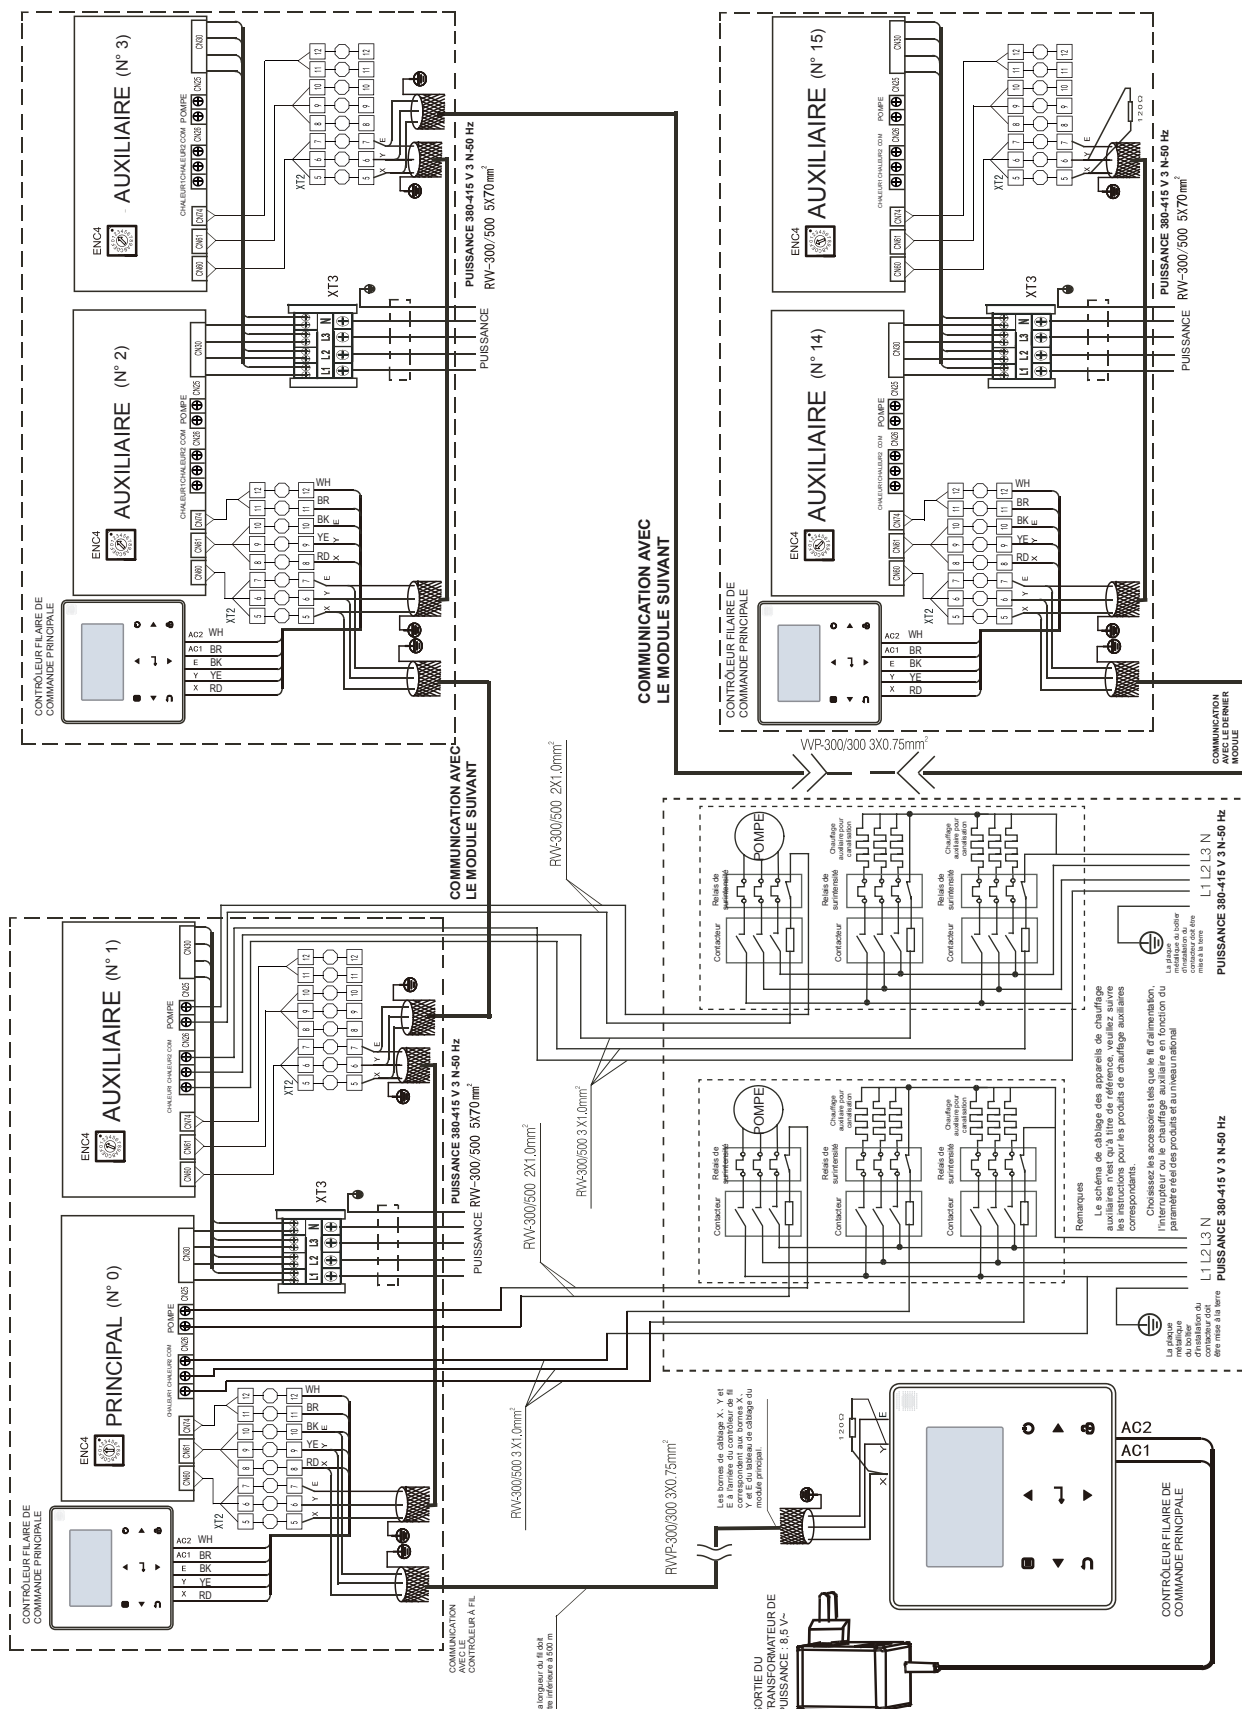

Fig. 8-28 Schéma de communication réseau de l'unité principale et de l'unité auxiliaire pour KEM-180 DRS 5H KH
- c) Le tuyau d'entrée de l'évaporateur doit être équipé d'un régulateur de débit cible, afin de protéger l'unité contre les ruptures de débit. Les deux extrémités du régulateur de débit cible doivent être alimentées par des sections de tuyau droites horizontales dont le diamètre est 5 fois supérieur à celui du tuyau d'entrée. Le régulateur de débit cible doit être installé en stricte conformité avec le « Guide d'installation et de régulation du contrôleur de débit cible » (Fig.8-28, 8-29). Les fils du régulateur de débit cible doivent être conduits à l'armoire électrique via un câble blindé (voir le schéma de principe du contrôle électrique pour plus de détails). La pression de travail du régulateur de débit cible est de 1,0 MPa et son interface a un diamètre de 1 po. Une fois les canalisations installées, le régulateur de débit cible sera correctement réglé en fonction du débit d'eau nominal de l'unité.